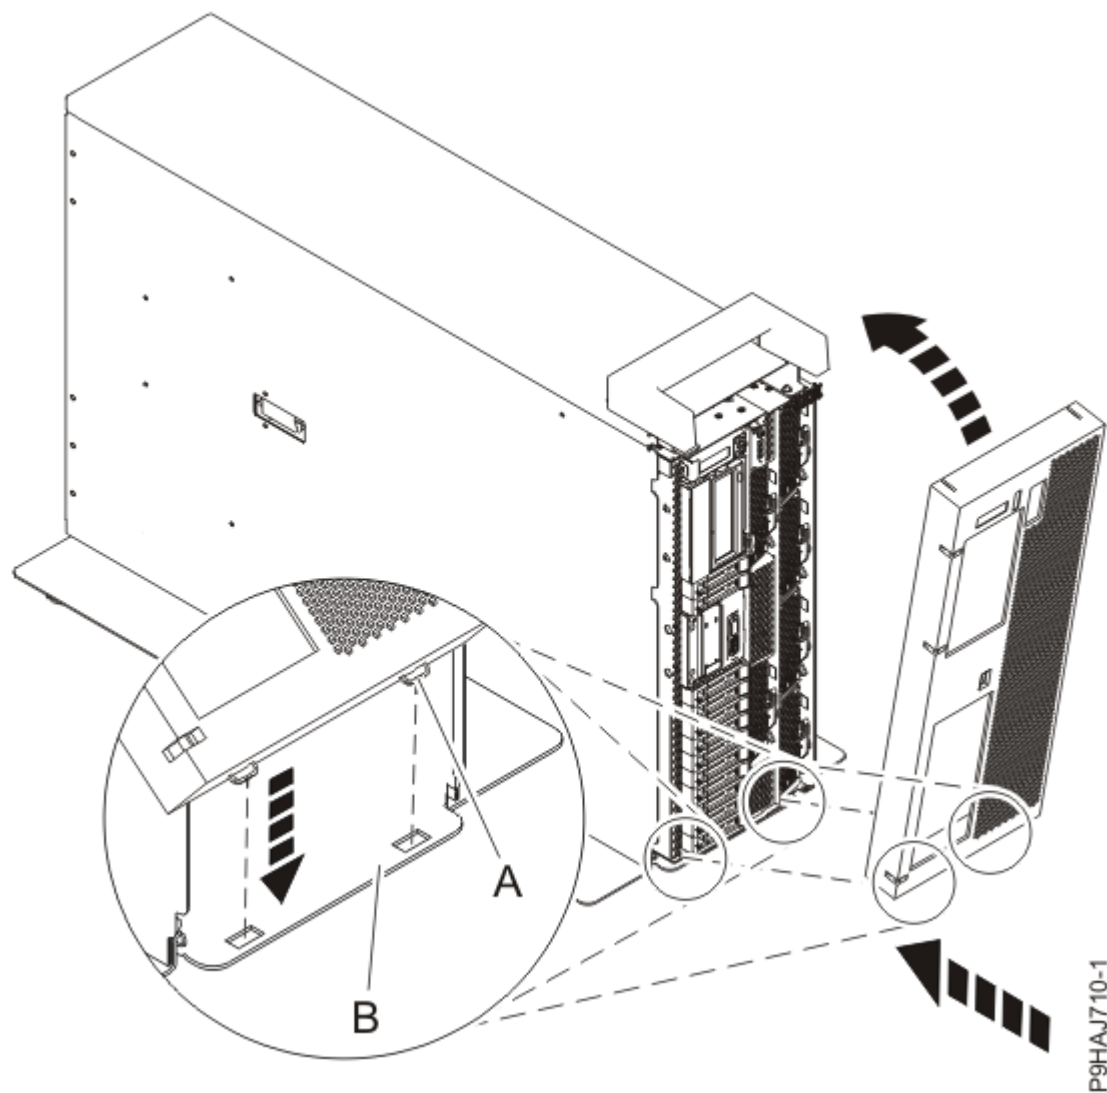

Abbildung 36. Vordere Abdeckung und Klappe installieren
- b) Richten Sie die Abdeckung aus, bis die beiden Abdeckungsungen (**A**) in den Steckplätzen auf der Grundplatte (**B**) sitzen (siehe Abbildung 36 auf Seite 38).